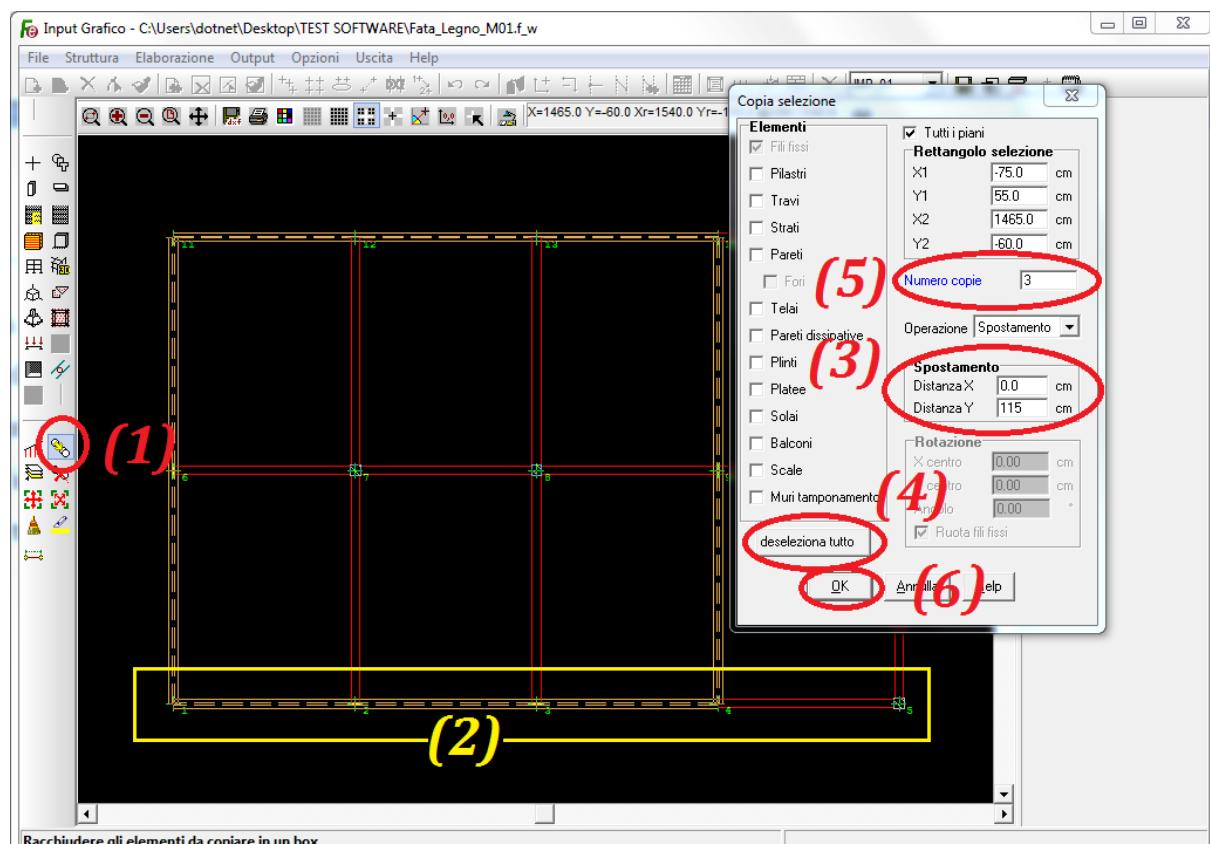

Figura 21
Con riferimento alla figura 21 cliccare sul tasto “*Copia elementi*” e selezionare (2) con una BOX contemporaneamente i fili 1, 2, 3 4, 5.